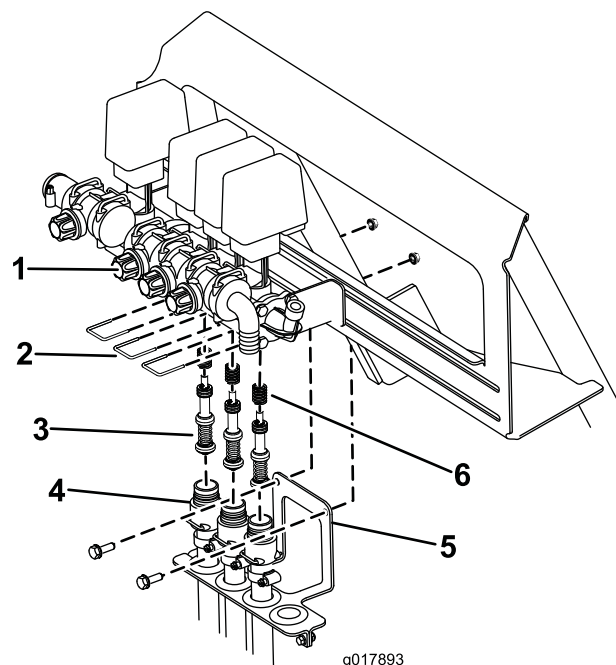

Рисунок 70
- B. Снимите три вилки крепления седел клапанов к узлу в сборе (Рисунок 70).
- C. Отверните два винта с гайками, с помощью которых кронштейн оплетки шланга крепится к раме опрыскивателя (Рисунок 70). Опустите шланги в стороне от клапана в сборе.
- D. Используя 3-миллиметровый шестигранный торцовый ключ, отверните винты крепления поршней в сборе в клапане. Помните о наличии пружин в клапане (Рисунок 70).